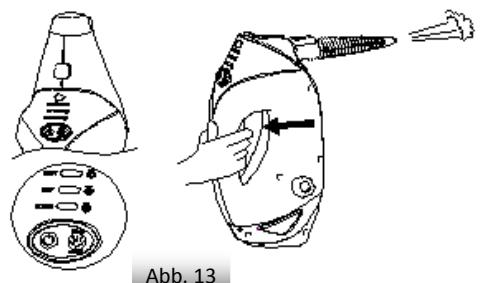

Abb. 13
- Drücken Sie die Ein/Aus-Taste (12) am Hauptkörper; die Anzeigelampe leuchtet rot. Nach 25 Sekunden leuchtet die Anzeigelampe blau. Wechseln Sie den Modus, indem Sie den DAMPFREGLER drücken und dann den STAUB-, MOPP- oder SCHEUER-Modus auswählen. Sie können den Modus wechseln, während der mobile Dampfreiniger im Standby-Modus oder in Betrieb ist. Drücken Sie den Dampfauslöser, um Dampf auszustoßen. (Abb. 13)